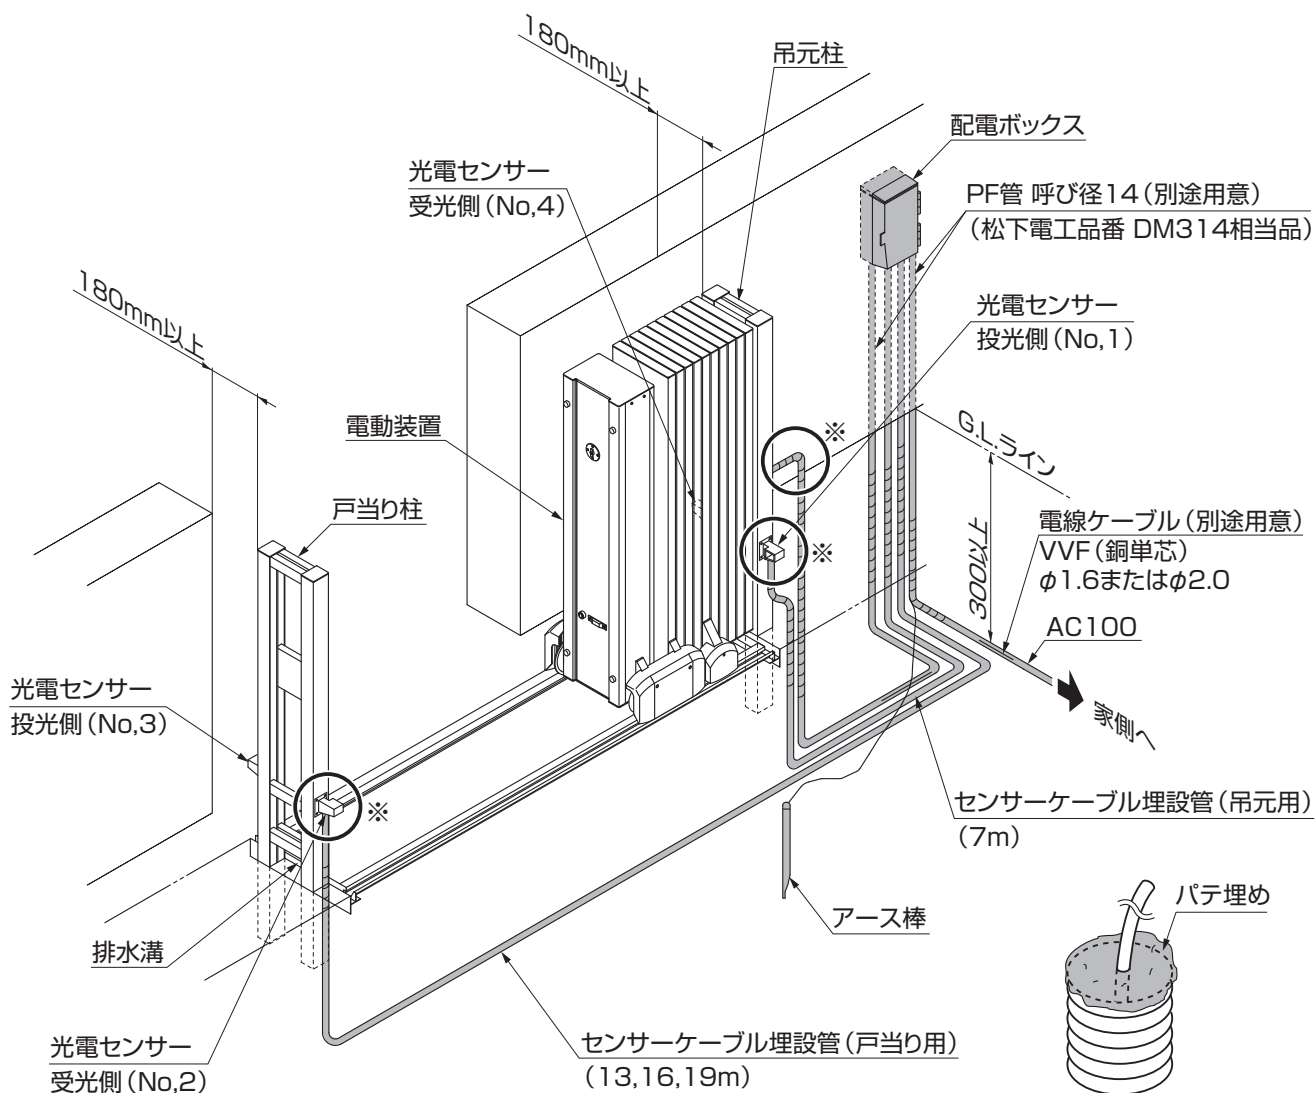

図14-1
- ※印の電源入力埋設管 (吊元柱)、センサーケーブル埋設管 (吊元柱・戸当り柱) の端部はパテ埋めしてください。(図14-1参照)